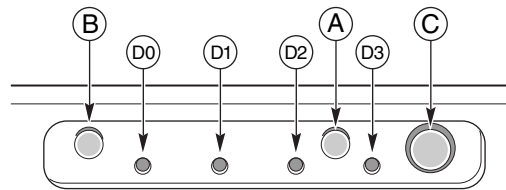

Abbildung 2 Bedienelemente und Anzeigen an der Gehäusevorderseite
Die folgenden Bedienelemente und Anzeigen an der Gehäusevorderseite werden in Abbildung 2 dargestellt:
6. Wenn sich der Server nicht einschaltet, nachdem Sie das Netzkabel mit der Wandsteckdose verbunden haben, betätigen Sie den Netzschalter an der Vorderseite des Gehäuses. (Siehe Abbildung 2 auf Seite 27.)
7. Vergewissern Sie sich, dass die LED für die Hauptstromversorgung leuchtet (siehe Abbildung 2 auf Seite 27). Nach einigen Sekunden wird mit dem Selbsttest bei Systemstart (POST - Power On Self Test) begonnen.
6. Wenn das System von einer Festplatte mit geladenem Betriebssystem starten soll, stellen Sie sicher, dass die Festplatte installiert ist, und drücken Sie den Reset-Schalter an der Vorderseite des Gehäuses. (Siehe Abbildung 2 auf Seite 27.)